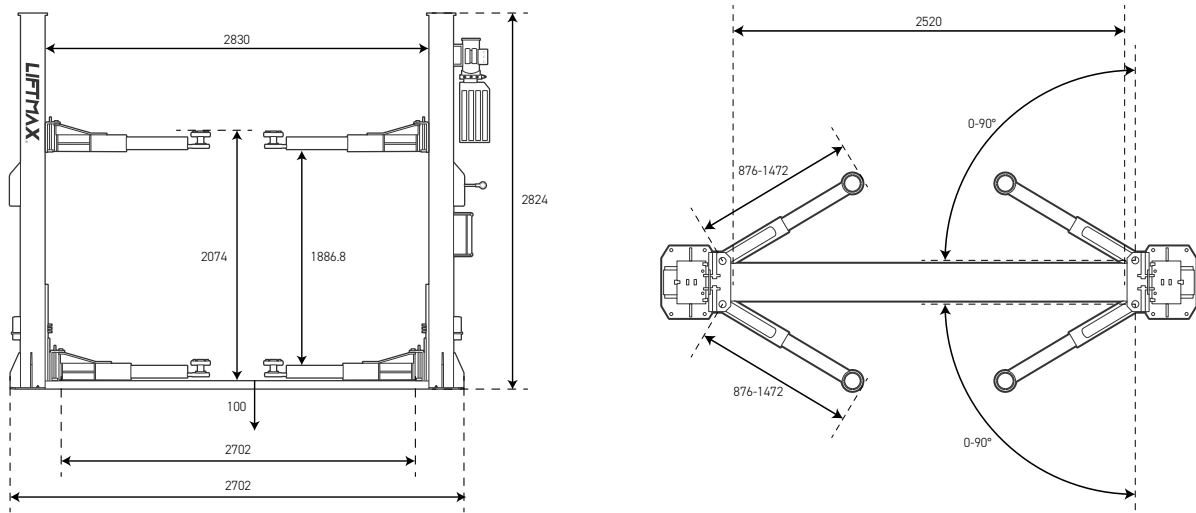

Abb. 23
1. Drücken Sie die Taste „Hoch“ und fahren Sie die Schlitten auf eine Höhe von ca. 70 cm über dem Boden. Drücken Sie anschließend die Taste „Parken“, stellen Sie den Hauptschalter (IG) auf Position 0 und trennen Sie die Stromversorgung der Hebebühne.
3. Setzen Sie die Tragarme in die Aufnahmen der Schlitten ein, sodass Sperrrad und Sperrklinke vollständig ineinandergreifen, und stecken Sie die Passstifte in die Aufnahmelöcher, wie in Abb. 23 dargestellt. Nach Abschluss dieser Arbeiten muss das Befestigungsloch der Stifte (für die M10-Madenschraube) am Tragarm mit den M10-Bohrungen an der Schlittenaufnahme übereinstimmen. Montieren Sie Feder und weitere Bauteile unter dem Bolzen. Das Sperrrad und die Sperrklinke müssen anschließend frei ausrücken können.